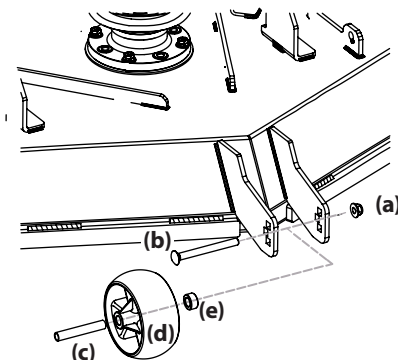

Figure 15
- Retirez l'écrou autobloquant (a) qui sert à retenir la roue antidégazonnement avant (b) au plateau de coupe. Enlevez la vis à épaulement (b), l'entretoise (c) et la bague (e) pour retirer la roue (d). Voir Figure 15.